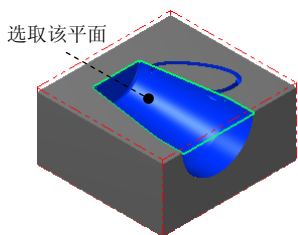

图 21.37 选取加工面
(1) 在图形区中选取图 21.37 所示的面 (共 20 个), 按 **Enter** 键, 系统弹出“刀具路径的曲面选取”对话框。